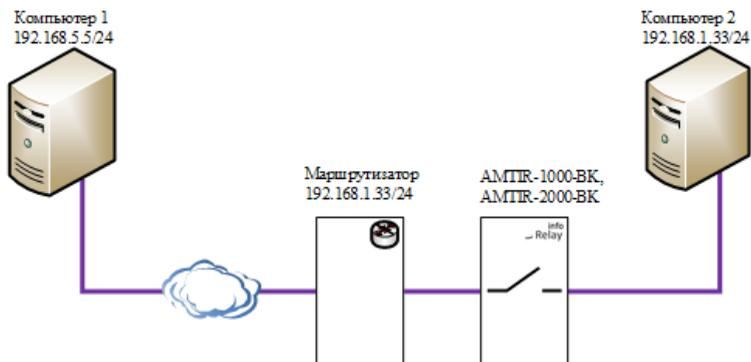
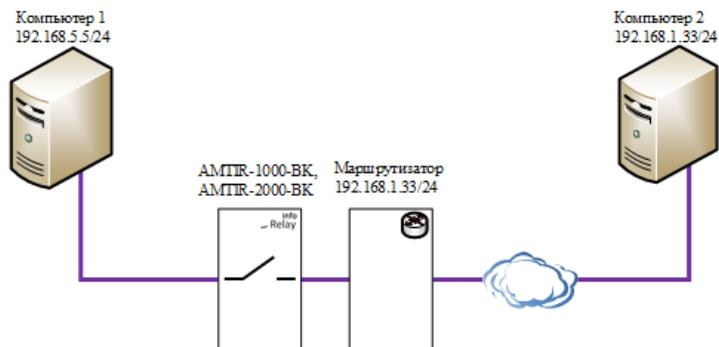

Рис. 9. Изделие установлено после граничного маршрутизатора
Рис. 10. Изделие установлено перед граничным маршрутизатором
2. Один из компьютеров (Компьютер 2) не имеет внешнего IP-адреса, Изделие может быть установлено после (Рис. 9) или перед граничным маршрутизатором (Рис. 10). Под граничным маршрутизатором понимается граничное устройство сети (маршрутизатор, Firewall, сервер и пр.)